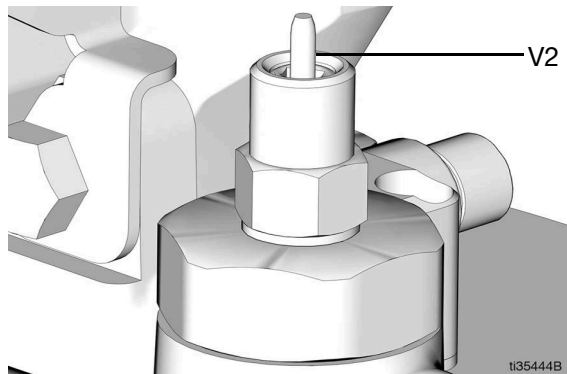

図 13
グリースがタンク (K) に追加されるに伴い、従動プレート (Y) がタンク (K) の上部に押しやられ、バルブピン (V1) を押し上げ、入り口の液体パスを閉じます。タンクが満杯になると、ピン (V2) が現れます (図 13)。